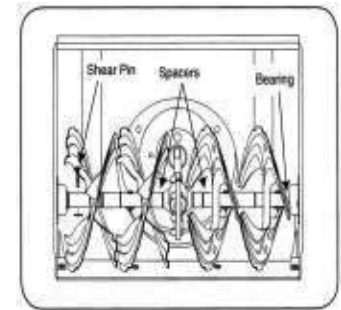

Bild 26
- Matarskruvens monteras i sin axel med två brytpinnar och saxprintar. Snöslungan är utformad så att tapparna kan gå av om matarskruvens träffar ett främmande föremål eller is. Se bild 26.